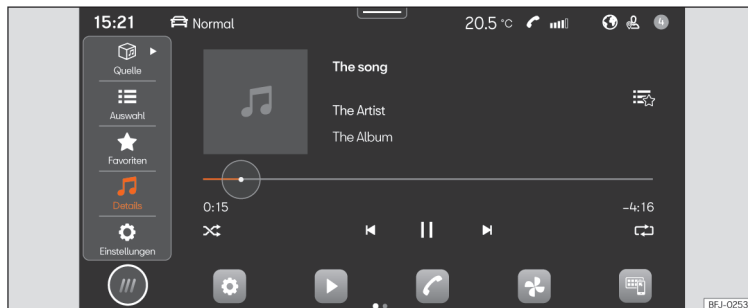

Abb. 162 Schematische Darstellung: Ansicht Medien.
- Drücken Sie **HOME > > ►► (Abb. 162)**.